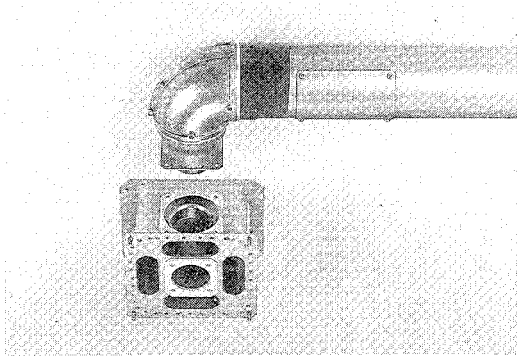

Bild 10 Krümmer am Abgaskasten
- Krümmer am Flansch vom Abgaskasten lösen (Bild 10).
- Frischluft-Abgasrohr auf den Stützen des Kastens aufstecken und Linsenschrauben (4,8 x 9,5) Bild 10 wieder festziehen.